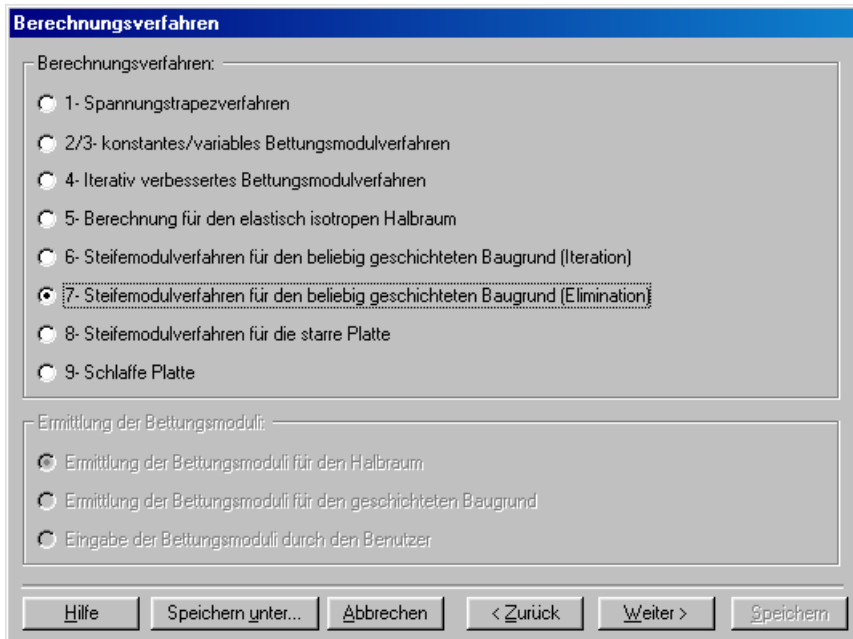

Bild 9-3 Menü "Berechnungsverfahren"
Nach Klicken von "Weiter" erscheint das Menü "Berechnungsverfahren" (Bild 9-3).
- Wählen Sie das Berechnungsverfahren "7-Steifemodulverfahren für den beliebig geschichteten Baugrund (Elimination)", wie in Bild 9-3 gezeigt